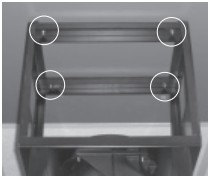

Fig. 2
- Schroef de motorunit vast met de twee resterende schroeven en daarna met de twee reeds geplaatste schroeven (fig. 2).